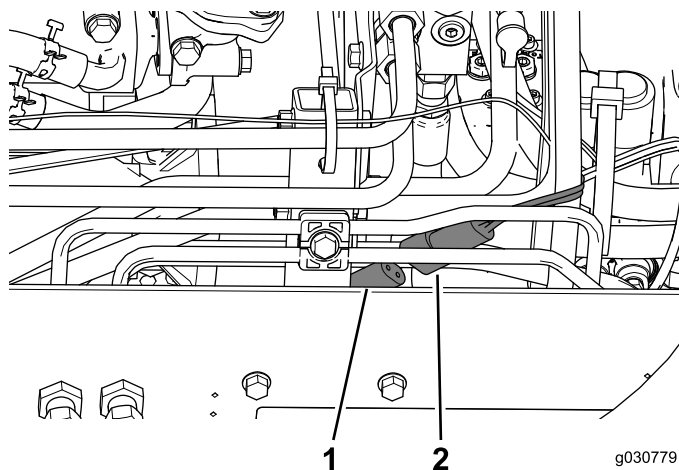

図 46
2. キャブから出ている電源コネクタ、機体右側にあるコネクタに接続する 図 46。